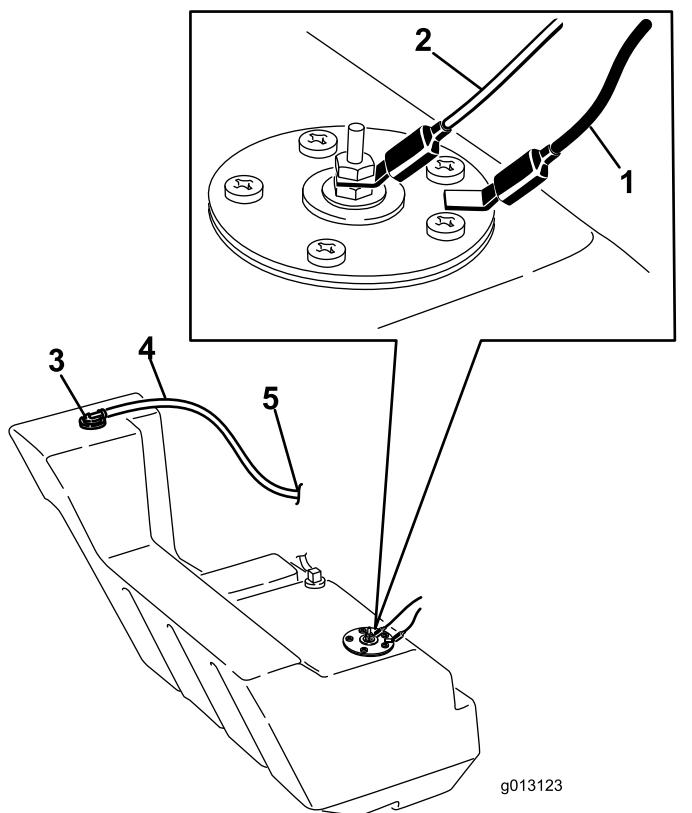

Рисунок 66
- Отсоедините два провода, идущих к правой стороне бака (Рисунок 66).
- На правой стороне бака подсоедините оранжевый провод к центральному штырю, а черный провод к наружному штырю (Рисунок 66).